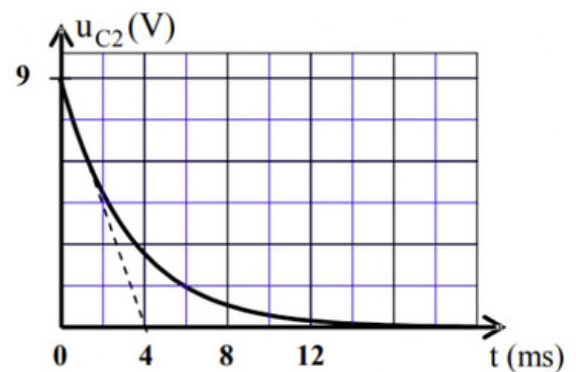

Figure 4
Après avoir chargé totalement le condensateur, un élève bascule l'interrupteur K sur la position (2) à l'instant $t_0 = 0$. A l'aide d'un système d'acquisition informatisé, le groupe d'élèves obtient la courbe des variations de la tension $u_{C_2}(t)$ aux bornes du condensateur (figure 4).